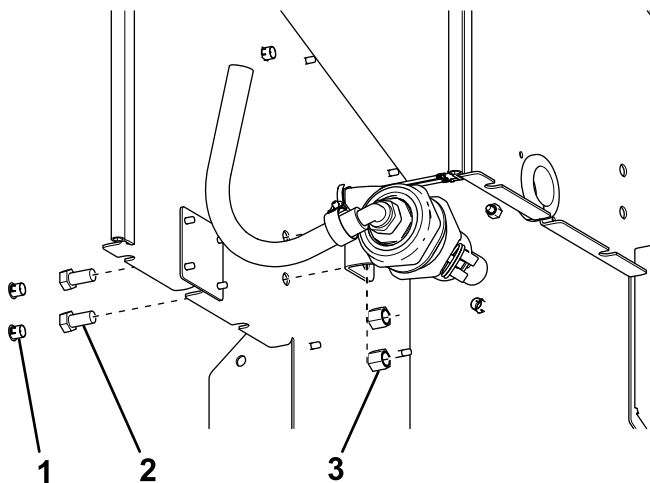

**Figura 11**
- Para esparcidores VBX con cadena de rodillos, monte el soporte en la parte superior del conjunto de la cadena de rodillos, como se muestra en la Figura 11.